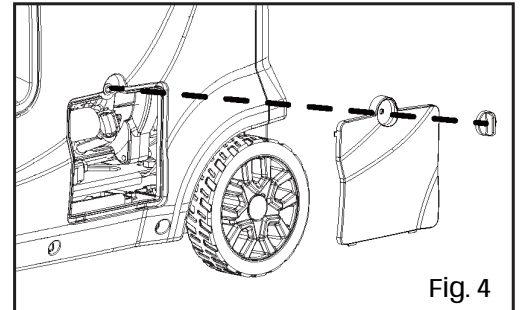

Fig. 4
2. Desaperte o botão da tampa de acesso ao depósito do óleo e retire a tampa do painel lateral (Fig. 4). Desaparafuse a vareta do óleo do motor.